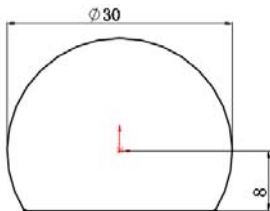

图 8-10 绘制草图
(1) 创建一个新的文件, 在操作界面左侧的“FeatureMannger 设计树”中选择“前视基准面”作为绘图基准面, 然后单击“草图”工具栏中的“圆”按钮、“直线”按钮和“裁剪”按钮, 绘制草图如图 8-10 所示。